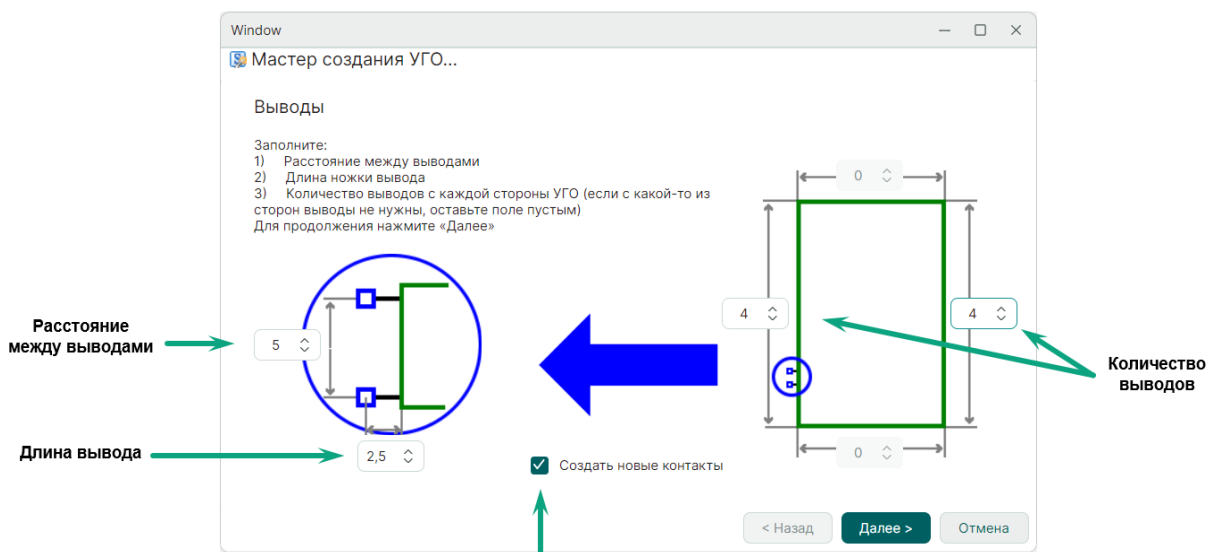

Рис. 230 Настройка параметров выводов
3. Определите данные о выводах, см. Рис. 230.